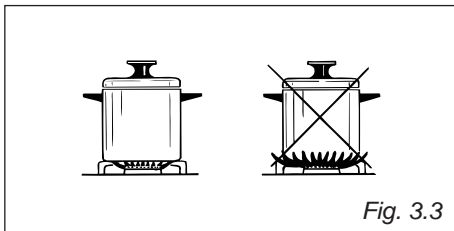

Fig. 3.3
- Tilkoble fase, null og jord som vist på tilkoblingsdiagrammet Fig. 3.3.